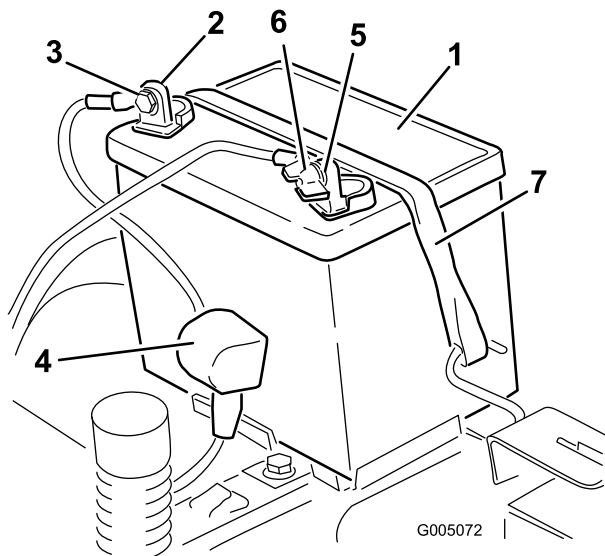

Bild 32
- Klemmen Sie das Minuskabel (schwarz) vom Batteriepol ab (Bild 32). Bewahren Sie alle Befestigungen auf.
5. Schieben Sie die Gummiabdeckung am Pluskabel (rot) nach oben. Klemmen Sie das Pluskabel (Rot) vom Batteriepol ab (Bild 32). Bewahren Sie alle Befestigungen auf.
6. Nehmen Sie die Batterieklemme ab (Bild 32) und heben Sie die Batterie aus dem Ständer heraus.
1. Legen Sie die Batterie in den Ständer, wobei die Klemmen zur Betriebsstellung weisen (Bild 32).
5. Befestigen Sie die Batterie mit der Befestigung (Bild 32).